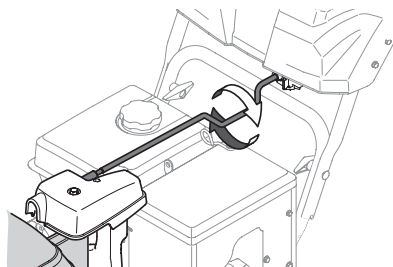

Figura 64
Siga este procedimiento para cambiar manualmente la dirección del canal en modelos equipados con un control eléctrico del canal (palanca de control) y varilla de control manual de rotación del canal solamente (Figura 64).
4. Tome la porción indentada de la varilla de control del canal y gire el conjunto del canal manualmente hacia la derecha o hacia la izquierda (Figura 64).